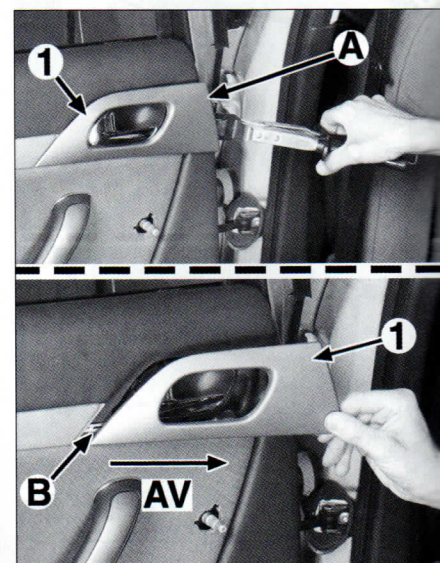

FIG. 31
Con una espátula encajada en (A), desengrapar el embellecedor (1) de mando de apertura interior (**fig. 31**).